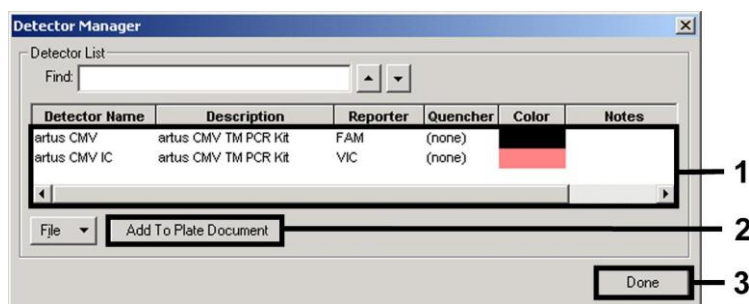

Fig. 6: Valg af detektorer (*Detector Manager*).
Definér i vinduet, som nu kommer frem, reporter/quencher-kombinationen **FAM/none** til detektion af CMV-DNA. Vælg til detektion af den *Interne Kontrol* kombinationen **VIC/none** (tilsvarende Fig. 4 og Fig. 5). Ved bekræftelse af indtastningerne (OK) vender De tilbage til *Detector Manager*. Markér de netop oprettede detektorer og transferer hvert udvalg, ved at klikke på optionen *Add to Plate Document* (Tilføj til pladedokument) til *Well Inspector* (Brøndinspektør) (se Fig. 6). Luk vinduet (*Done*).